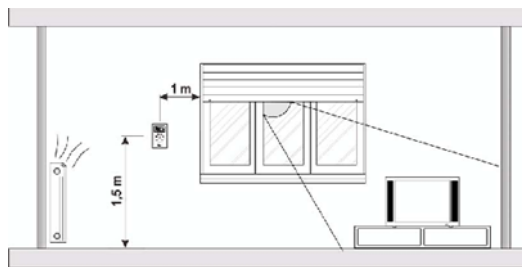

Fig. 1 Emplacement des thermostats
C. Emplacement des thermostats (fig. 1)